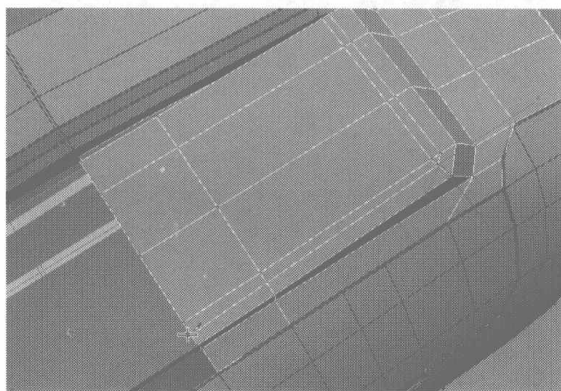
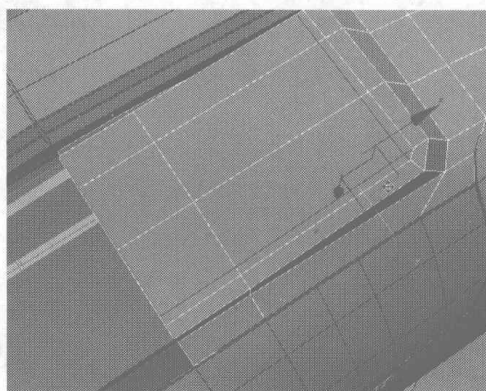

图 4.338
图 4.339
- 16** 适当地调整节点后，用 Cut 命令添加如图 4.338 所示的细分线，再切换为线编辑，选择如图 4.339 所示的线，单击右键，在弹出的快捷菜单中选择 Remove 命令，将曲线与多余的节点删除。